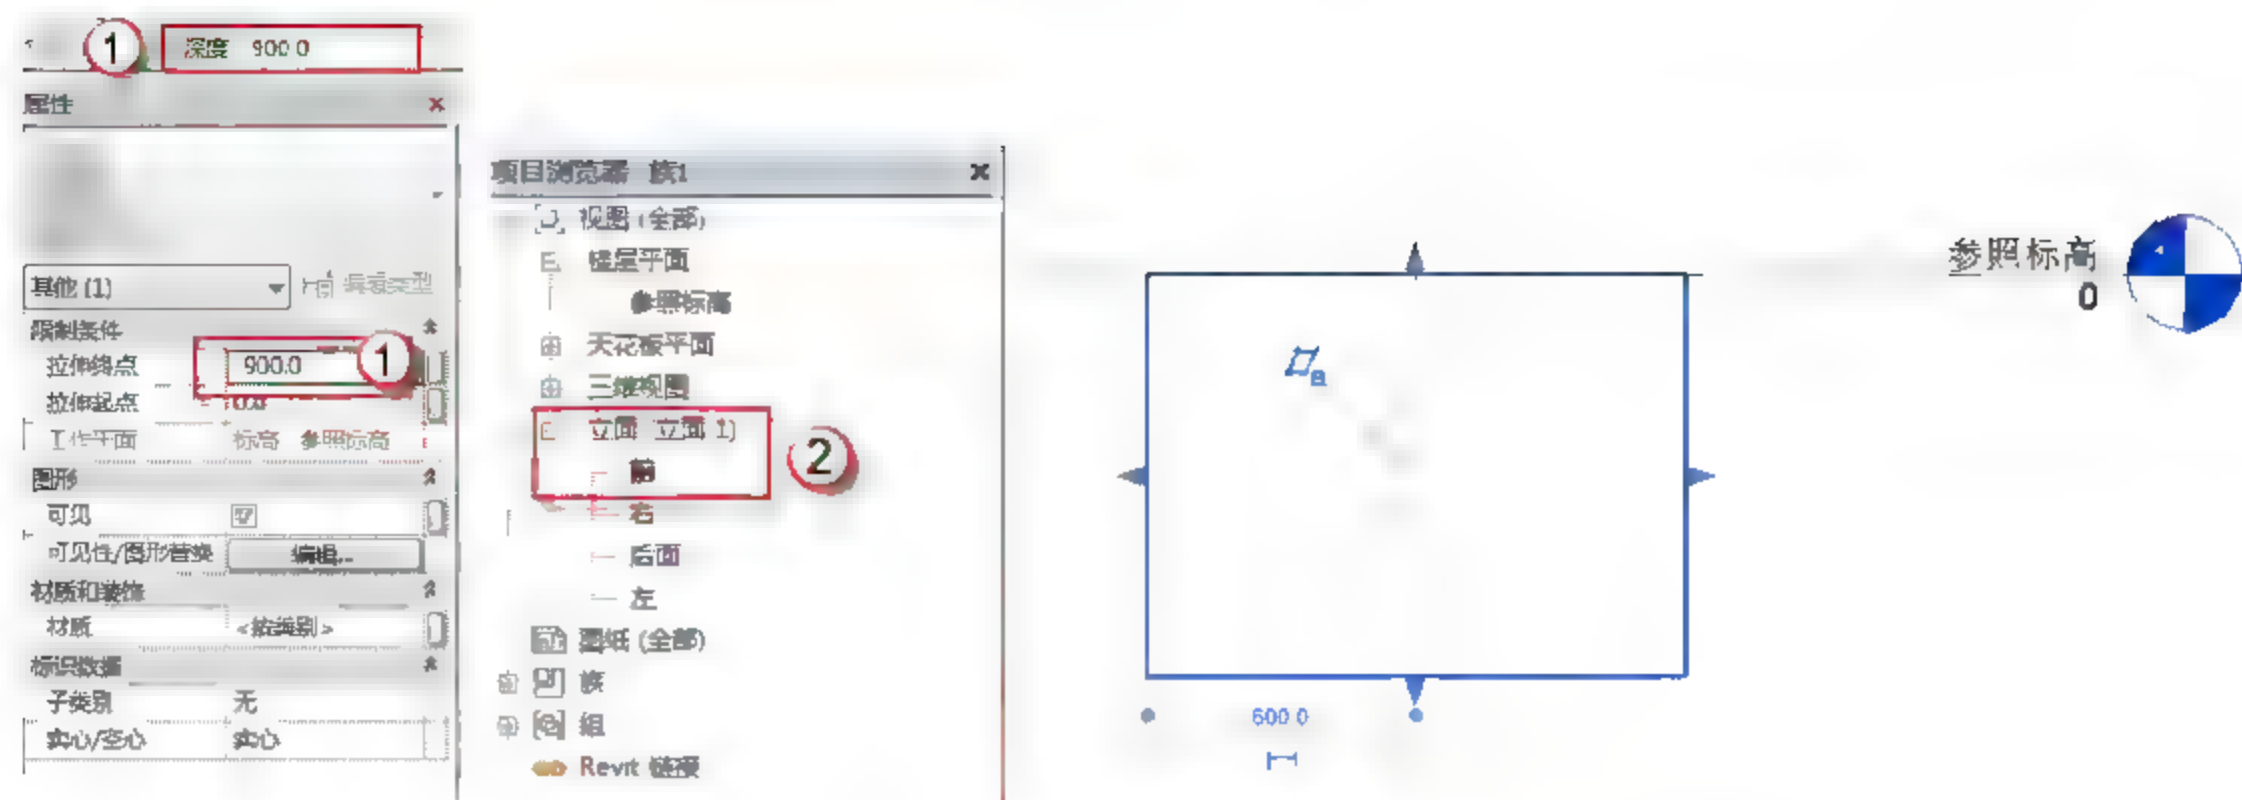

图 2.1.18 定义承台高度
(4) 定义承台高度。在 Revit 中用“深度”表示承台高度，因承台在参照标高以下，表示承台高度输入负值。单击“深度”按钮，输入数值 900，或者在“拉伸终点”后输入数值 900。在项目浏览器中选择“立面”→“前”命令，观看承台高度，如图 2.1.18 所示。